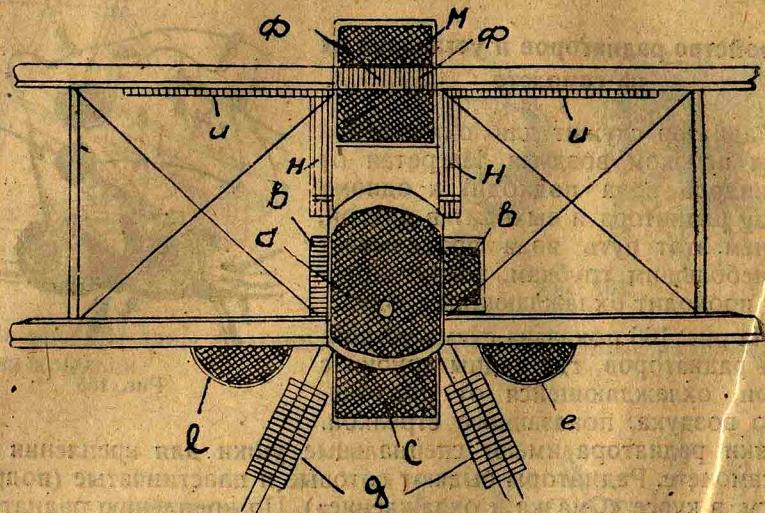

Рис. 167.
- Рис. 167 изображает все типичные установки радиаторов, где: